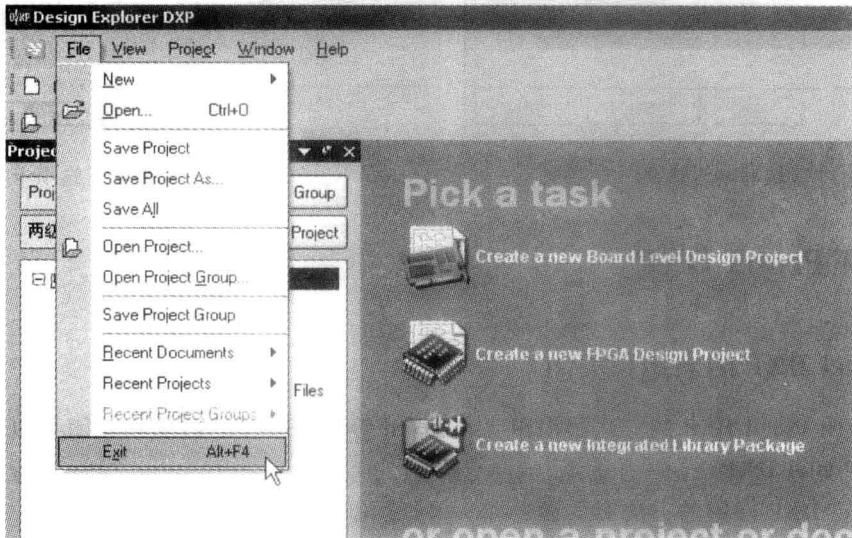

图 1-5 关闭 Protel DXP
- ③ 在 Protel DXP 主窗口的菜单栏中选择 [File]/[Exit] 菜单命令，如图 1-5 所示。
- ④ 按组合键 Alt + F4。